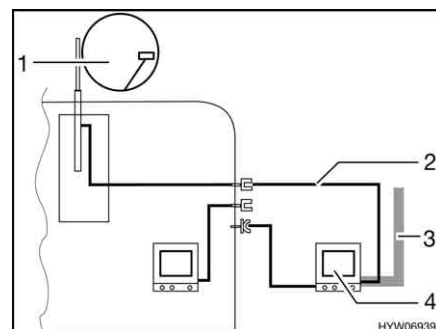

Fig. 59 TV nella tenda veranda
- TV nella tenda veranda (Fig. 59,4): Collegamento all'antenna del tetto (Fig. 59,1) con cavo di collegamento (Fig. 59,2)
- TV nella tenda veranda (Fig. 59,4): Collegamento a antenna esterna (Fig. 59,3)